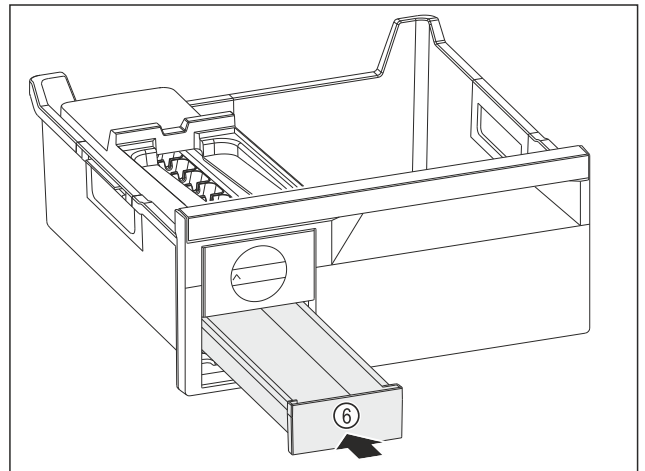

Fig. 188
- ▶ Insérer le compartiment à glaçons Fig. 188 (6).